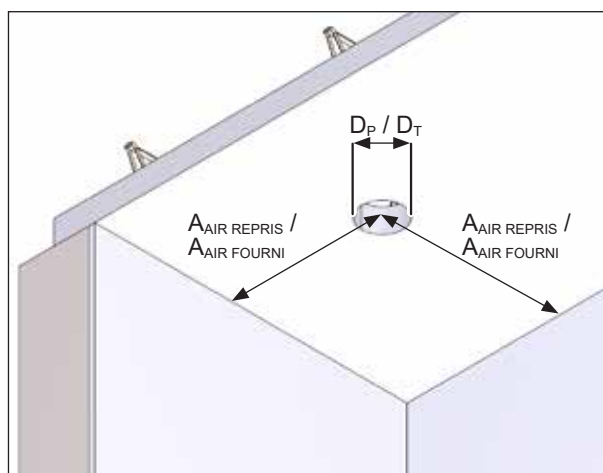

Fig. 13: Avant-trou pour caisson de plafond – diamètre minimal et espacement minimal
- Respectez les distances minimales entre les soupapes et les murs intérieurs ou angles de pièce (voir Fig. 13 à la page 13) :
- Si nécessaire, créez l'avant-trou nécessaire pour le caisson de plafond. Le diamètre du trou dépend du modèle de caisson de plafond utilisé (voir Fig. 13).
- Respectez les distances minimales requises entre l'avant-trou et les surfaces adjacentes (voir Fig. 13). La distance minimale dépend de l'utilisation d'une soupape d'air repris ou d'air fourni dans l'avant-trou.